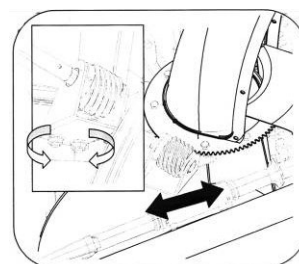

Рис. 31
1. Ослабьте две гайки, которые крепят кронштейны желоба, и немного измените положение, см. рис. 31.
2. Затяните гайки. См. рис. 31.